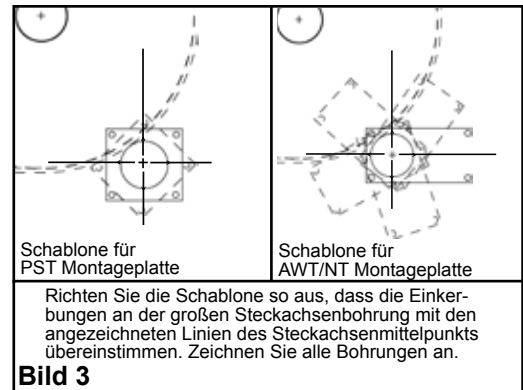

Bild 3
- 3. Markieren und Ausschneiden der Montageplattenbohrungen.** Mit Hilfe der beigelegten Montageschablone positionieren Sie die große Steckachsenbohrung der Bohrschablone so an der Förderbandkonstruktion, dass die Kerben auf die angezeichneten Linien passen. Markieren Sie das Steckachsenloch und die Montagelöcher (Bild 3). Die Montageplatten können beliebig 360° um die Steckachse verdreht montiert werden, solange der Steckachsenmittelpunkt nicht verändert wird. Schneiden Sie die Löcher an beiden Seiten der Förderbandkonstruktion aus.